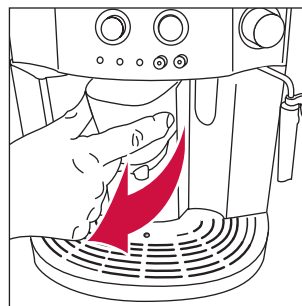
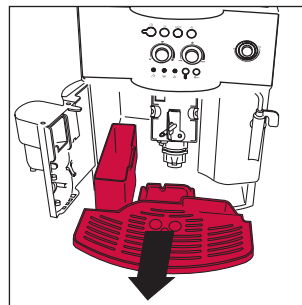

Fig. 15
Fig. 16
NOTA 7: la macchina conta il numero di caffè che vengono erogati. Ogni 14 caffè singoli (o 7 doppi), la spia  si accende in modo fisso (cap. 12 punto 3) avvertendo che il contenitore fondi è pieno di pasticche ed è necessario svuotarlo e pulirlo. Finché non si fa la pulizia del cassetto fondi, la spia rimane accesa e la macchina non può fare il caffè. Per eseguire la pulizia aprire lo sportello di servizio sulla parte anteriore tirando il erogatore (fig. 15); si accende la spia  lampeggiante (vedere par. 12 punto 9); estrarre quindi la vaschetta raccogliogocce (fig. 16), svuotarla e pulirla. Svuotare e pulire accuratamente il cassetto fondi avendo cura di rimuovere tutti i residui che possono essere depositati sul fondo. Asciugare anche le eventuali gocce di condensa che si sono depositate all'interno della macchina sotto la vaschetta raccogliogocce. **IMPORTANTE:** quando si estrae la vaschetta raccogliogocce è **OBBLIGATORIO** svuotare sempre il contenitore fondi caffè anche se è riempito poco. Se questa operazione non è effettuata può succedere che, quando si fanno i caffè successivi, il contenitore fondi si riempia più del previsto e che la macchina si intasi di pasticche esauste.
- aprire lo sportello di servizio (fig. 15);
- estrarre il vassoio raccogli gocce ed il contenitore dei fondi (fig. 16) e lavarli;